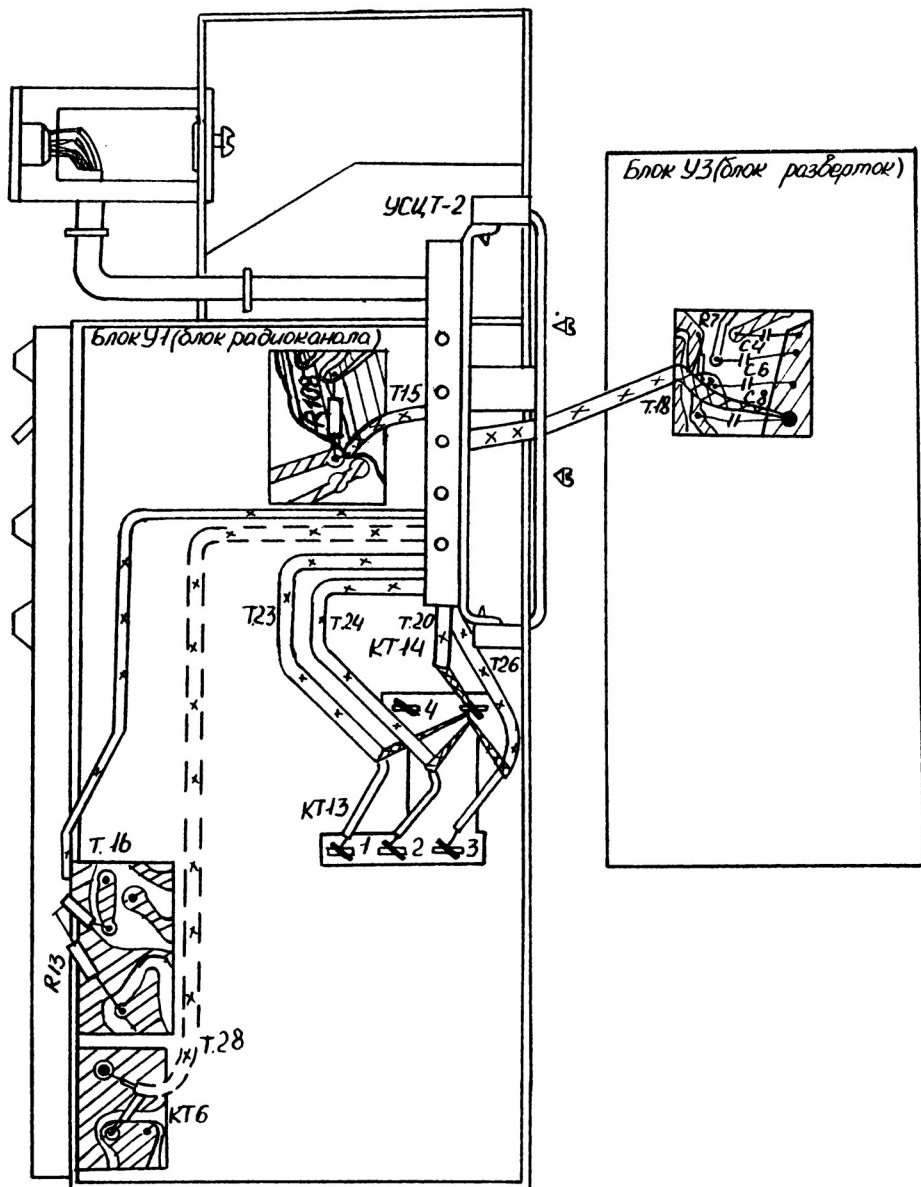

Рис.2. Соединение устройства сопряжения видео-магнитофона с телевизорами УЛПЦТ-59-11-1, УЛПЦТ-59-11
6. Установить и вмонтировать устройство сопряжения в телевизор согласно рис. 2, укрепив его на блоке радиоканала 2 винтами; кронштейн с розеткой «Видеомагнитофон» снимается с основного кронштейна устройства и крепится к шасси блока радиоканала со стороны заднего кожуха телевизора. На видном месте блока разверток наклеить прилагаемую в комплект устройства наклейку.